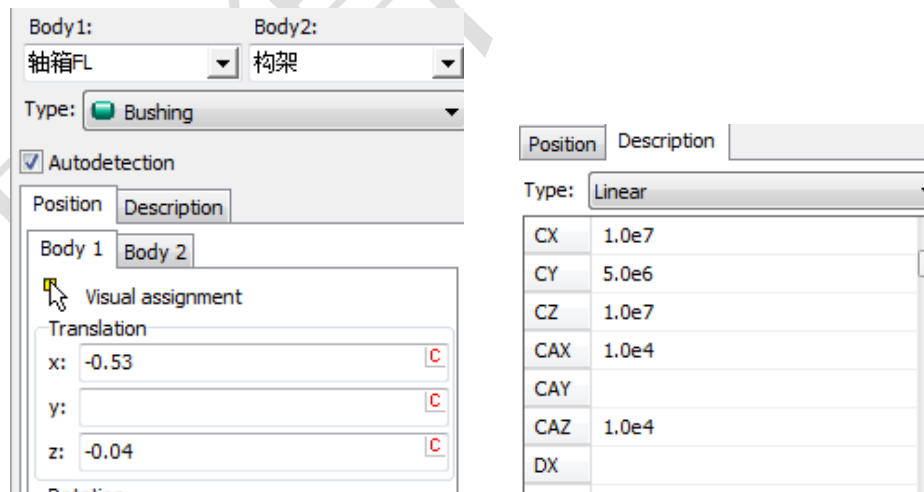

图 3-18
- 13) 在 **Position\Body1** 页面输入连接点坐标 **(-0.53, 0, -0.04)**，然后勾选 **Autodetection**；在 **Description** 页面定义刚度，**纵向**平动刚度 **1e7**，**横向**平动刚度 **5e6**，**垂向**平动刚度 **1e7**，绕 X 轴转动刚度 **1e4**，绕 Z 轴转动刚度 **1e4**，如图 3-18。